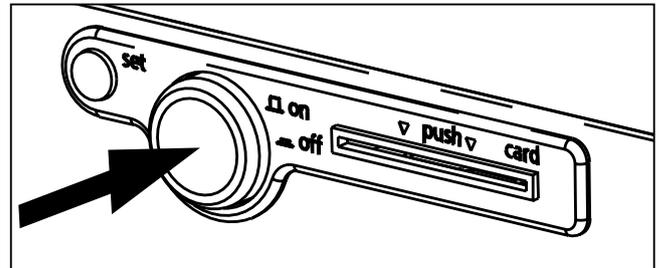

Abb. 15 Gerät ausschalten
- ▶ Ausschalten: Hauptschalter drücken, so dass er im Gerät versenkt wird (Abb. 15).